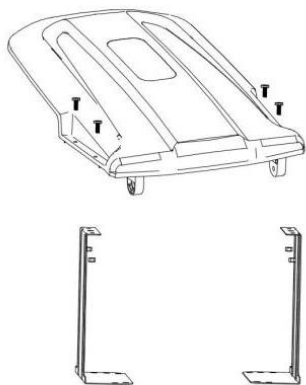

Fig.1
1. Conectați capacul de protecție în suporturi cu patru șuruburi și piulițe (Fig.1 )